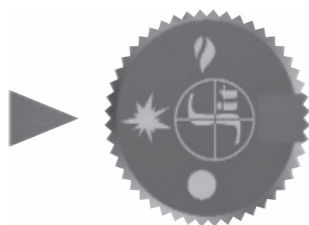

Рисунок 14
3. Нажать ручку управления и повернуть ее в положение «Запальная горелка» (Рисунок 14).